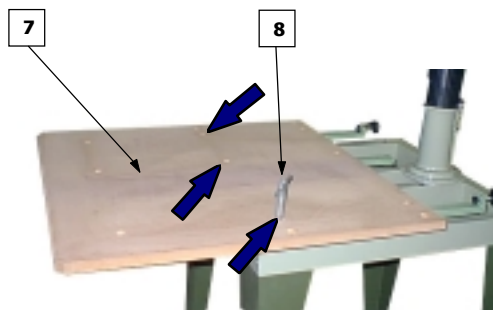

Fig. 7
12. Prendere il piano di lavoro e montarlo, infilando i prigionieri sporgenti dalle guide, negli appositi fori Fig. 6. **ATTENZIONE:** Posizionare il tavolo di lavoro (7) con gli angoli smussati verso l'esterno rispetto al supporto colonna. Fig. 7.
13. Tramite la chiave a tubo da 13 (8) rimontare avvitando a fondo i 6 dadi e le rondelle precedentemente smontati (raffigurati con le frecce) Fig. 7.
12. Assemble the wooden table by letting the bolts mounted on the rail, through the correspondent holes on the table see Fig. 6. **WARNING:** The wooden table (7) must be positioned with the two rounded corners facing the operator opposite the column support. Fig. 7.
13. Using the size 13 socket wrench (8) refit the 6 nuts and washers previously removed (identified by the arrows) Fig. 7.